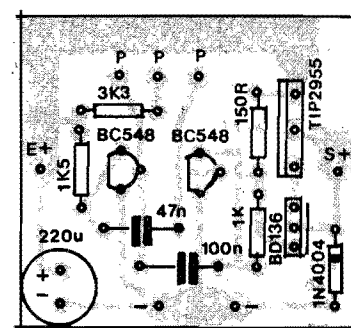

Fig.3
- FIG. 3 - CHAPEADO DA MONTAGEM - "Chapeado" é o nome que damos à visão do lado não cobreado da placa, já "ocupado" pelos componentes em suas posições definitivas de soldagem... Seu acompanhamento requer uma certa dose de atenção, porém não é nada complicado... Os pontos principais são relacionados a seguir: